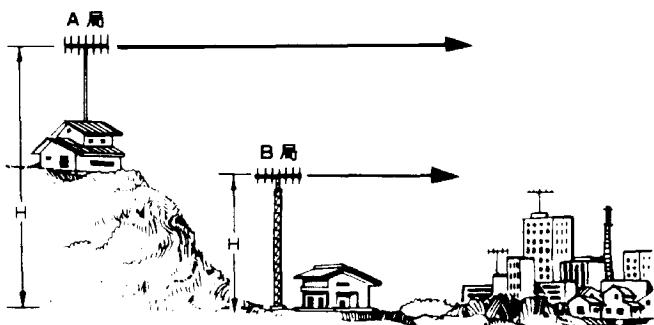

Fig. 6 - Günstiger Antennenstandort
Um einwandfreie DX-Verbindungen gewährleisten zu können, sollte die Antenne so hoch wie möglich installiert werden. Die ideale Lösung wäre ein Antennenstandort auf einem Hügel, wie auf Fig. 6 (A) gezeigt, was allerdings nur in seltenen Fällen realisierbar ist.